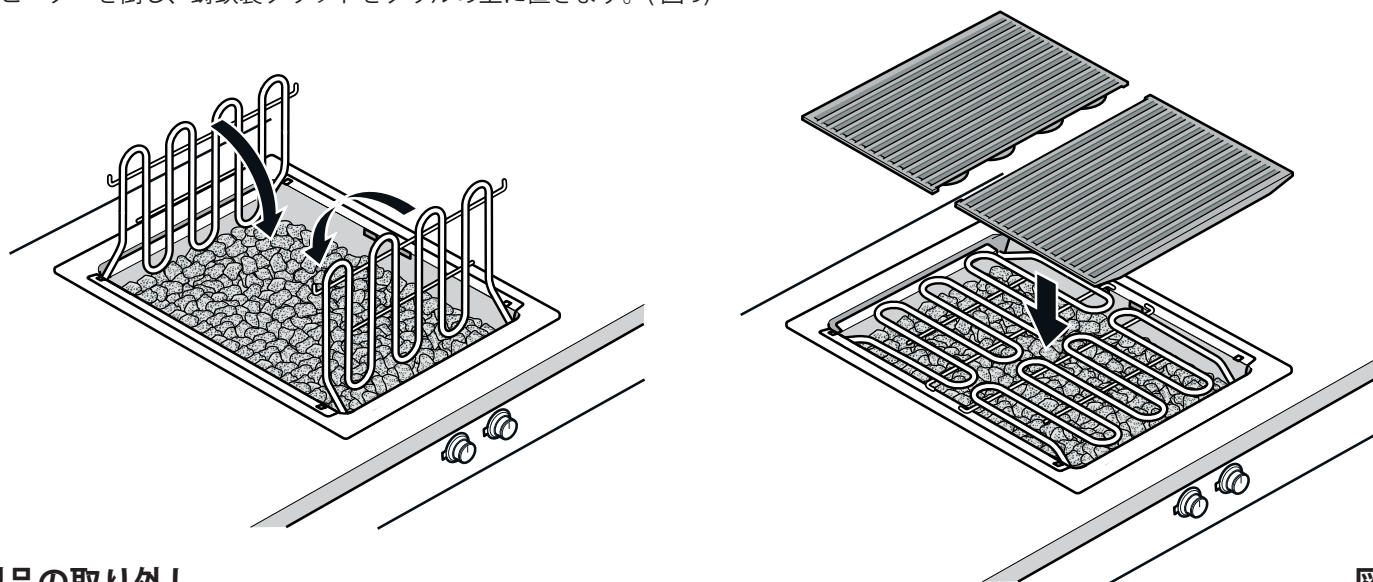

図9
5. ヒーターを倒し、鋳鉄製グリッドをグリルの上に置きます。(図9)